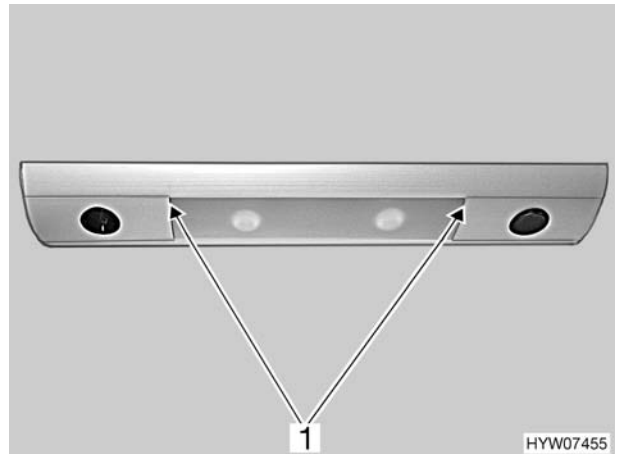

Bild 181 Thekenleuchte/Kochstellenleuchte
- Am Leuchtenglas (Bild 181,1) ziehen. Mit dem Herausziehen immer ganz links oder ganz rechts beginnen.